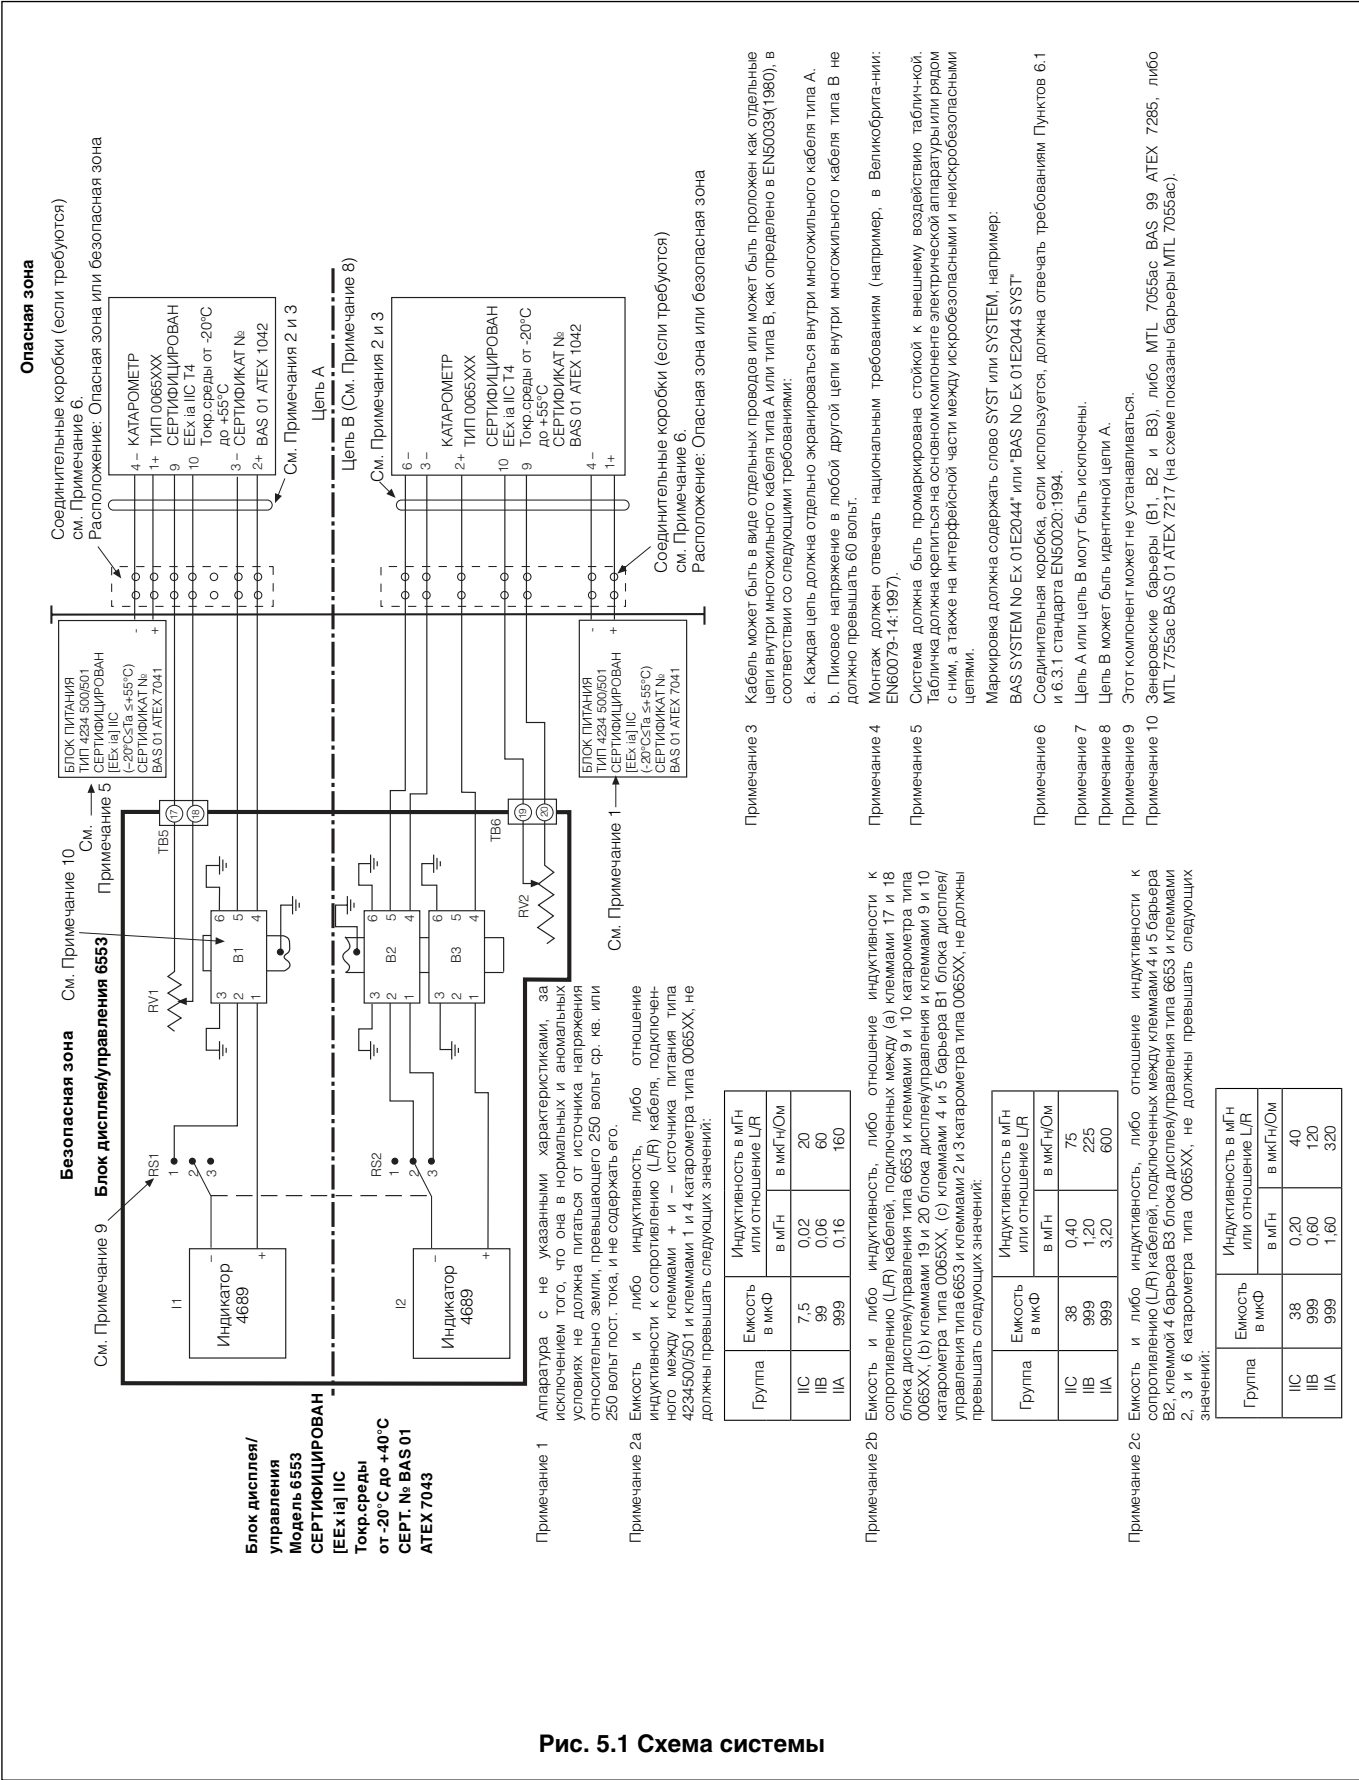

Рис. 5.1 Схема системы
5.1 Электрические соединения – Рис. 5.1
На Рис. 5.1 показаны требования к соединительным кабелям для системы газового анализатора АК100, которые должны строго соблюдаться. Также приведены подробные сведения о требованиях к кабелям, которые следует строго выполнять – см. Раздел 5.2.1.
Выполните электрические подключения в соответствии с информацией, приведенной на монтажных схемах Рис. 5.1 и 5.3, и сведениями о кабелях в Разделе 5.2.1.
На соединительные кабели между различными блоками системы газового анализа накладываются строгие ограничения, обусловленные требованиями сертификации по искробезопасности. Они перечислены ниже и подробно описаны на Рис. 5.1.
На выбор кабелей для проводки накладываются ограничения, обусловленные параметрами сертификации. Особое внимание необходимо обратить на то, чтобы технические характеристики кабеля, используемого для отрезков соединительной проводки, не превышали ограничений для параметров сертификации – см. Примечания 2а, b и c на Рис. 5.1.
- 1) Общая емкость и индуктивность или отношение индуктивности к сопротивлению (L/R) кабелей, соединяющих блок катарометра с клеммами опасной зоны блока дисплея (TB2) и клеммами блока питания (TB1) не должны превышать значений, указанных на Рис. 5.1.